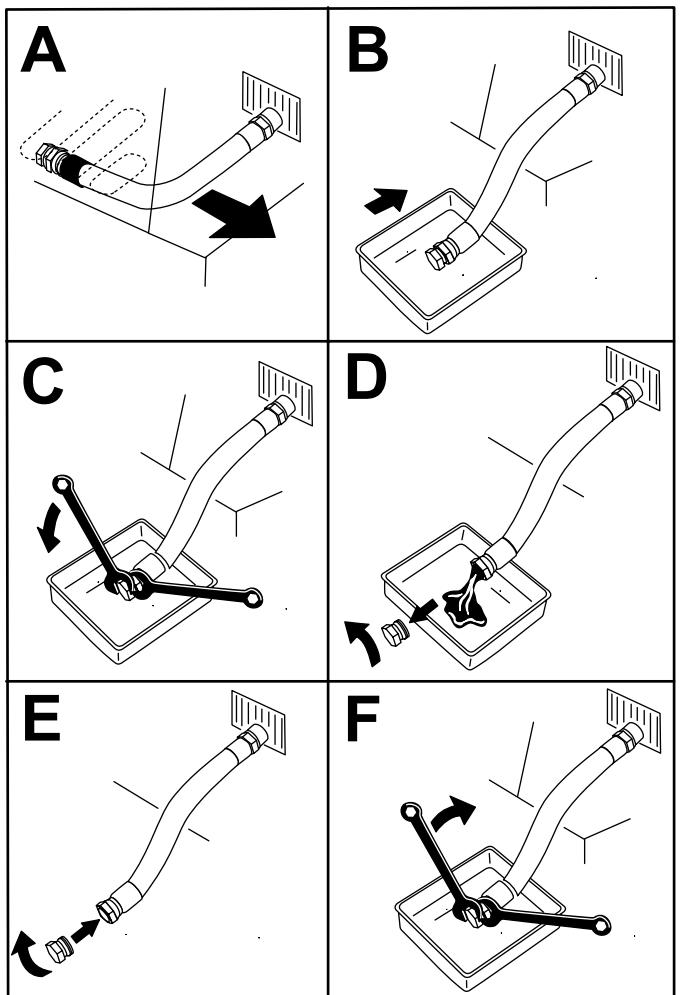

Figura 39
4. Drene el aceite del motor (Figura 39).